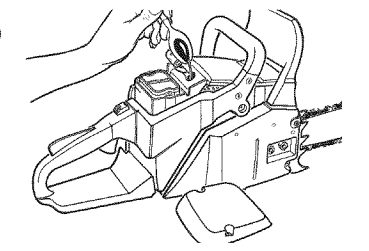

Fig. 55
4. Versez 1 cuillère à café d'huile pour moteur 2 temps dans la chambre de combustion (Fig. 55). Tirez lentement sur le cordon du démarreur plusieurs fois pour bien enrober les composants internes.